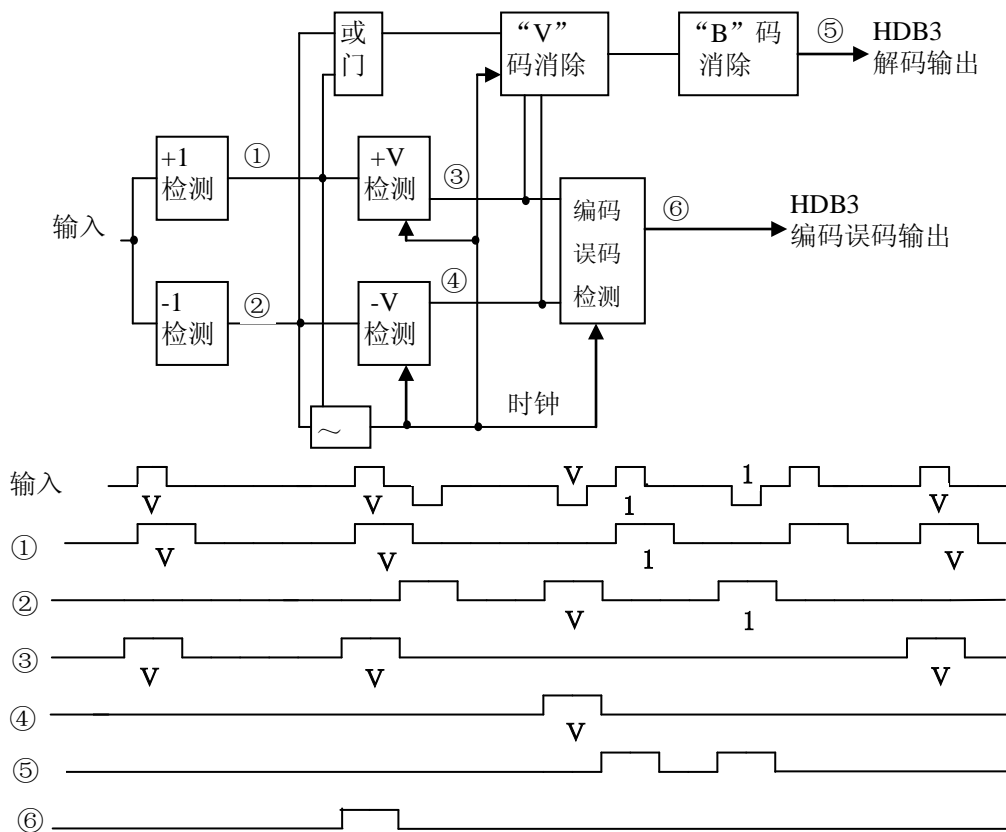

图 B-3 HDB3编码错误检测原理图
在图 B-3 中，数据①和②时输入数据的“+1”和“-1”（以变为 NRZ）。③是数据中的“+V”。④是数据②的“-V”。所检出的“V”码在③和④中应交替出现，否则就认为是 HDB3 码的编码错误。